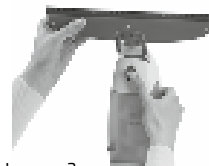

Imagen 3: montaje de la boquilla de vacío
- Coloque la boquilla de vacío en el depósito. Para ello introduzca las dos lengüetas de encaje en la parte superior del depósito hasta que encaje con un clic. Los tornillos visibles estarán dirigidos hacia abajo (ver imagen 3).